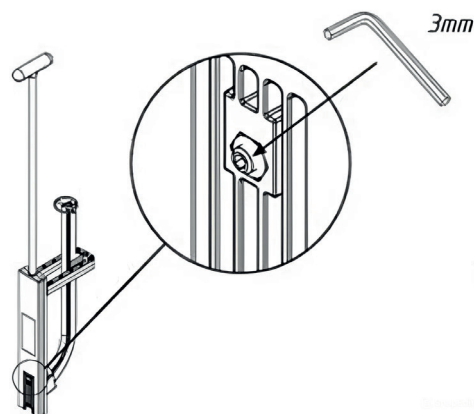

Рисунок 2
4.2. Перед первым использованием такера необходимо настроить инструмент под конкретную толщину скоб. Это производится с помощью регулировочного винта шестигранным ключом сечением 3 мм. Винт должен занять такое положение, при котором скоба самостоятельно не выпадала из инструмента и, в то же время, не была сильно зажата винтом. (рис. 2);